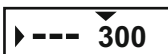

Abb. 6
- Drehen Sie den Kontrolller und wählen Sie “---“ (neue Distanz) (**Abb. 6**).